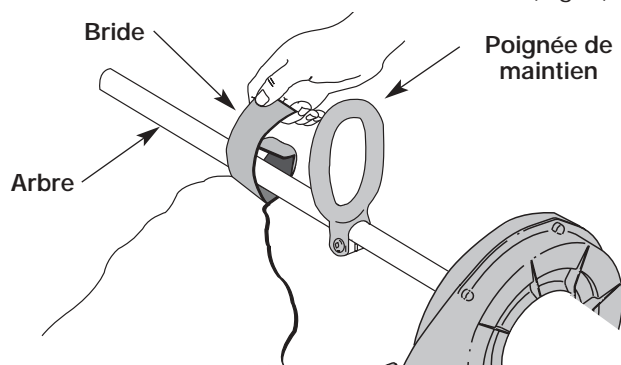

Fig. 2
4. Fixez la bride sur l'arbre, au-dessus de la poignée de maintien, située sur la tête d'entraînement. (Fig. 2)